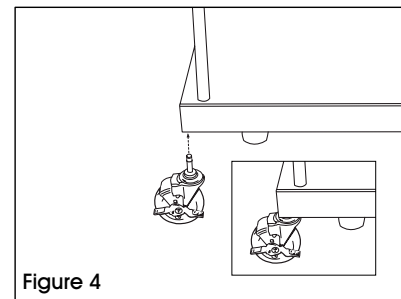

Figure 4
1. Insert casters into the caster holes underneath the platform on all four corners. Casters will click once inserted. (See Figure 4)
1. Insérez les roulettes dans les trous de roulette situés sous la plateforme aux quatre coins. Les roulettes s'encliquètent en position une fois insérées. (Voir Figure 4)